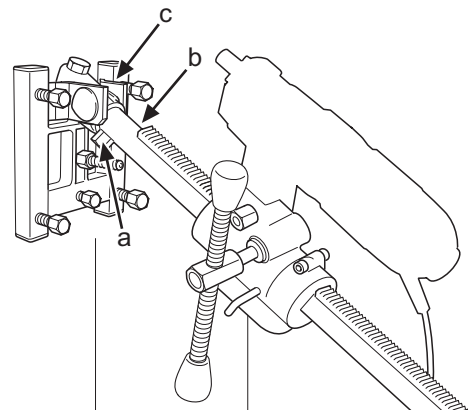

Fig.12
2. Borrpelaren monteras på fotplattans vinkelfäste. Skruva åt de två låsskruvarna (a och b) med 24 mm nyckel. (Fig. 12). Matarhuset vänds 180° och återmonteras på borrpelaren. Bormaskinen återmonteras i snabbfästet.
3. Ställ in önskad borrhinkel med mutter (c) (Fig. 12) med 30 mm nyckel.
2. Boresøjlen monteres på fodpladens vinkelbeslag. Spænd de to låseskruer (a og b) med en 24-mm-nøgle. (Fig. 12). Fremføringshuset vendes 180° og genmonteres på boresøjlen. Boremaskinen genmonteres i lynkoblingen.
3. Indstil den ønskede borevinkel med møtrikken (c) (Fig. 12) ved hjælp af en 30-mm-nøgle.
2. Borsøylen monteres på festeplatens vinkelfeste. Skru til de to låseskruene (a og b) med 24 mm nøkkel. (Fig. 12). Materhuset vendes 180° og monteres på borsøylen igjen. Bormaskinen monteres tilbake i hurtigfestet.
3. Still inn ønsket borrhinkel med mutter (c) (Fig. 12) med 30 mm nøkkel.